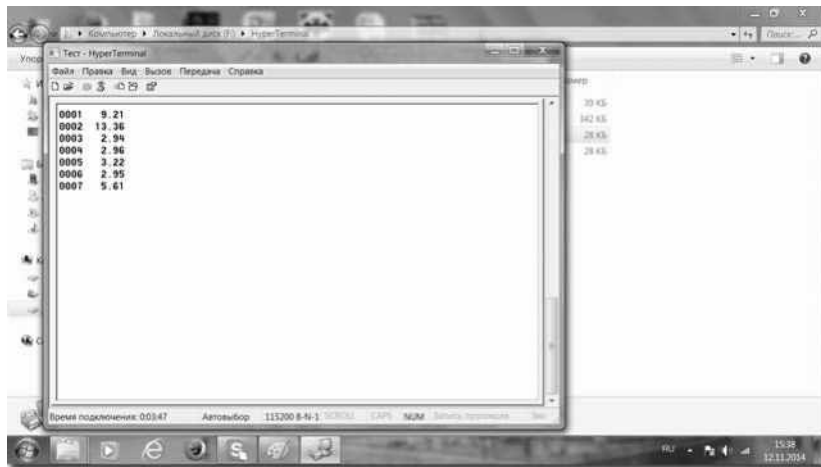

Рис. 25
4.11. Теперь выполненные измерения отображаются на экране ПК (рис. 25).